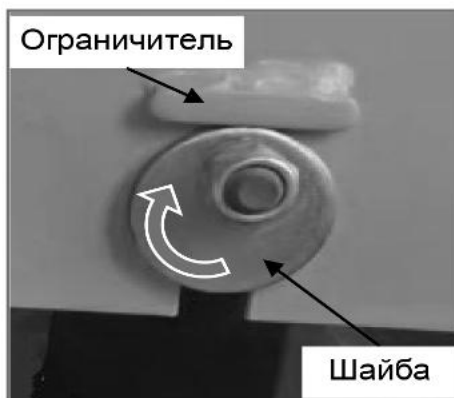

Рис. 27
• Перед затяжкой болтов, поверните эксцентриковые шайбы так, чтобы они вплотную прижались к ограничителю высту, предотвратив тем самым постепенное опускание рамы от воздействия вибрации (рис. 27).
- Перед затяжкой болтов, поверните эксцентриковые шайбы так, чтобы они вплотную прижались к ограничителю высту, предотвратив тем самым постепенное опускание рамы от воздействия вибрации (рис. 27).